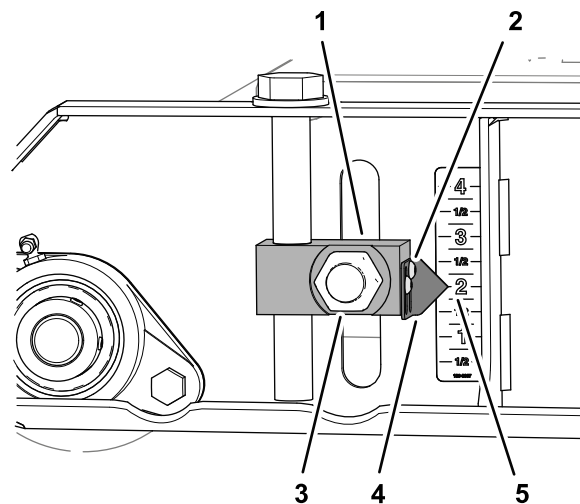
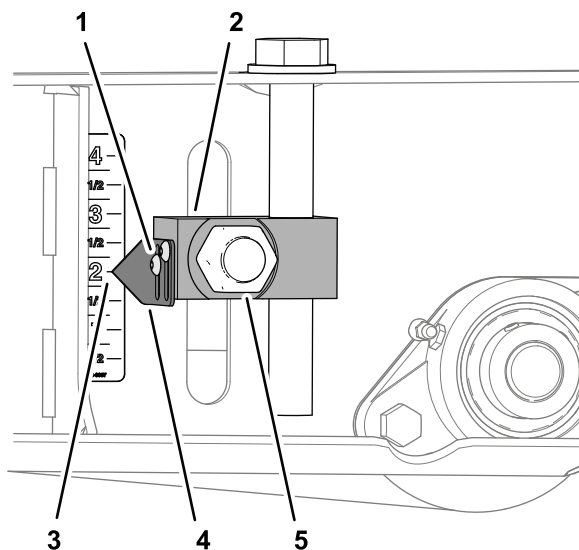

Figura 82
Figura 84
3. Allentate le 2 viti a brugola che fissano il puntatore al blocco regolatore dell'altezza di taglio, allineate il puntatore alla tacca di 5 cm sull'adesivo e serrate le viti (Figura 82).
6. Allentate le viti a brugola che fissano i 2 puntatori al blocco regolatore dell'altezza di taglio, allineate i puntatori alla tacca di 5,7 cm sull'adesivo e serrate le viti (Figura 84).
7. Serrate i 4 dadi che fissano i 4 blocchi regolatori dell'altezza di taglio (Figura 82 e Figura 84) per i rulli anteriori e posteriori a 322 - 396 N·m.